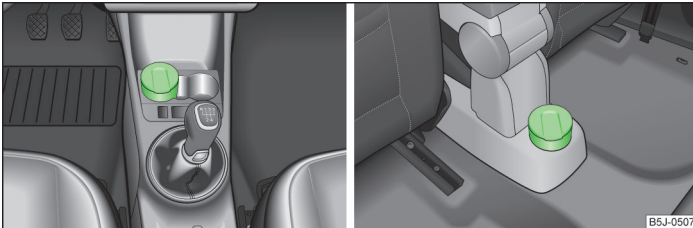

Abb. 59 Mittelkonsole: Aschenbecher vorn / hinten
- Den Aschenbecher » Abb. 59 nach oben herausnehmen.